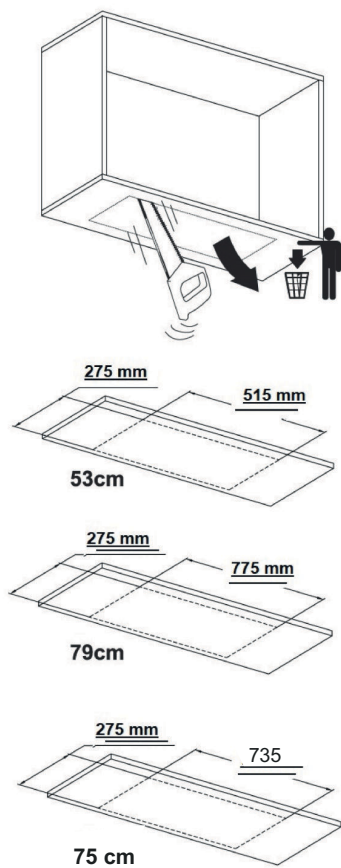

Fig. 16
- 1. Kontrollera hålmåtten. Följ anvisningarna (Fig. 16).